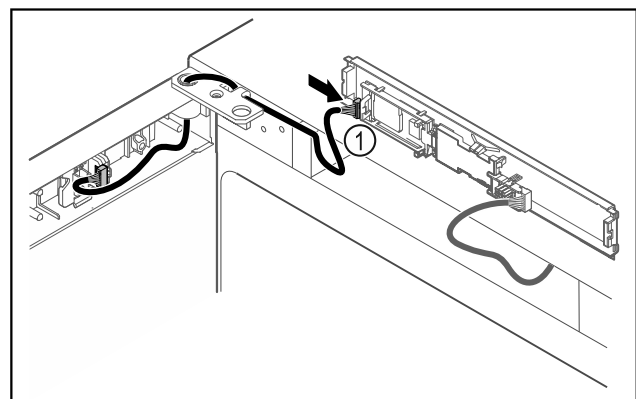

Fig. 41
- ▷ Sätt in kontakten Fig. 41 (1) på kretskortet.